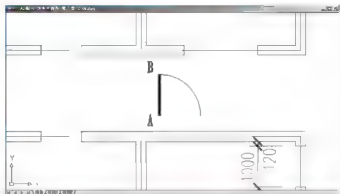

图 3.66 绘制门的轨迹线
(3) 绘制门的轨迹线: 执行菜单栏中的【绘图】|【圆弧】|【圆心、起点、角度】命令。
① 在指定圆弧的起点或 [圆心 (C)]: c 指定圆弧的圆心: 提示下, 捕捉如图 3.66 所示的 A 点作为圆弧的圆心。
② 在指定圆弧的起点: 提示下, 捕捉如图 3.66 所示的 B 点作为圆弧的起点。
③ 在指定圆弧的端点或 [角度 (A)/ 弦长 (L)]: _a 指定包含角: 提示下, 输入 “-90”, 指定圆弧的角度为 -90°, 结果如图 3.66 所示。